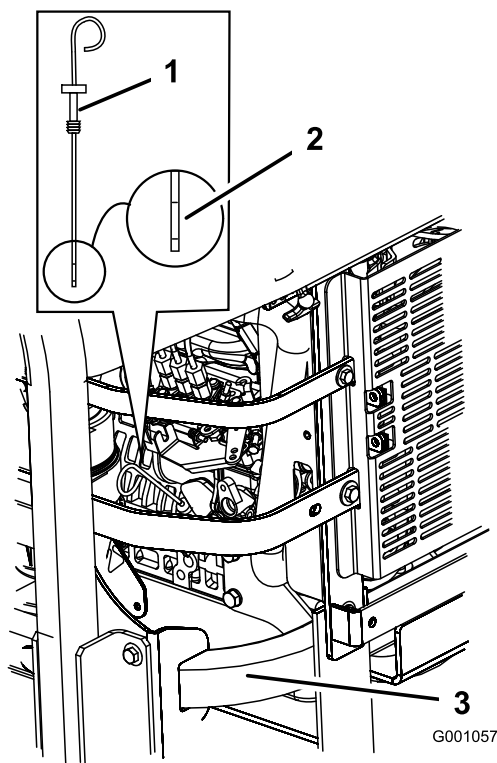

Figure 40
- Nettoyez la surface autour de la jauge d'huile (Figure 40) pour éviter de faire tomber des impuretés dans l'orifice de remplissage, ce qui endommagerait le moteur.
- Sortez la jauge d'huile et essuyez soigneusement l'extrémité métallique (Figure 40).
- Enfoncez la jauge complètement dans le goulot de remplissage. Ressortez la jauge et examinez l'extrémité métallique (Figure 40). Si le niveau est bas, versez lentement une quantité d'huile suffisante dans le trou de remplissage pour amener le niveau au repère du plein.